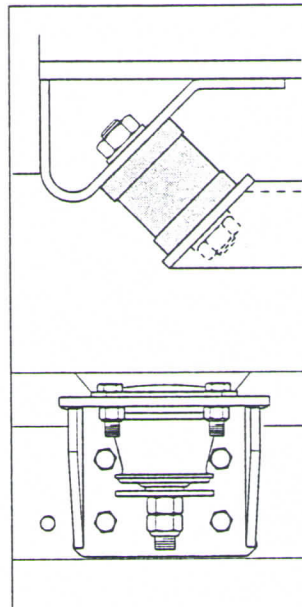

Fig. 99/1 Apoios da estrutura superior
- Verifique (e reaperte, se necessário) o assento dos parafusos de fixação e do pino central dos apoios da estrutura superior (Fig. 99/1).
Se o pino no óculo de inspeção (Fig. 99/1, Pos. 3 ou Fig. 99/3, Pos. 1) estiver visível: